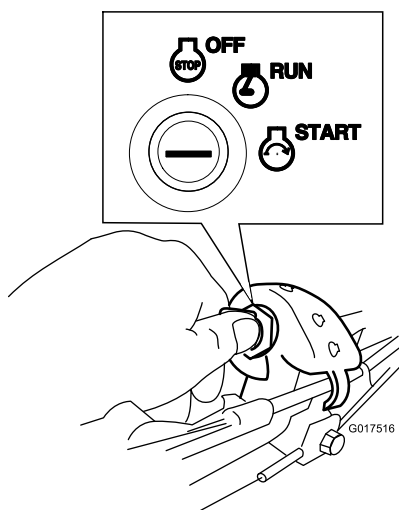

Figure 17
- **Clé de contact :** Tournez la clé de contact et maintenez-la à la position de démarrage (Start) (Figure 17); relâchez-la dès que le moteur démarre.
1. Tournez la clé de contact à la position contact (Figure 17).